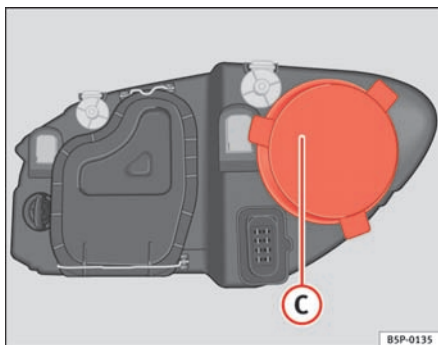

Fig. 183 Fjernlys
- Fjern afdækningen ⇒ fig. 183 C ved at trække i den.